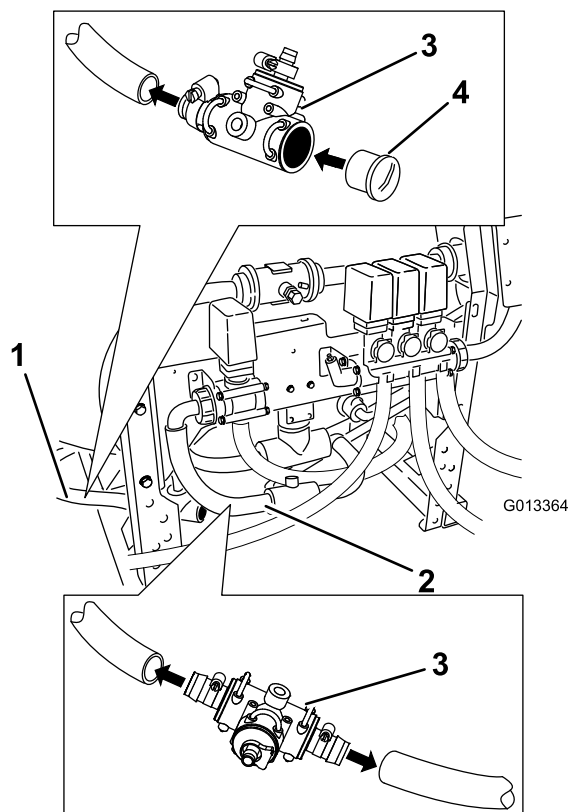

Figura 24
13. Usando un acoplamiento en T S53, introduzca un acoplamiento dentado recto S53 en un extremo y un tapón S53 en el otro extremo. Instale el acoplamiento dentado más pequeño arriba (Figura 24). Sujete todo con horquillas de retención.
14. Deslice la abrazadera sobre el extremo abierto de la manguera de retorno. Usando jabón líquido en el acoplamiento dentado, introduzca un acoplamiento en T S53 ASM en el extremo abierto de la manguera de retorno (Figura 24). Sujete con la abrazadera.